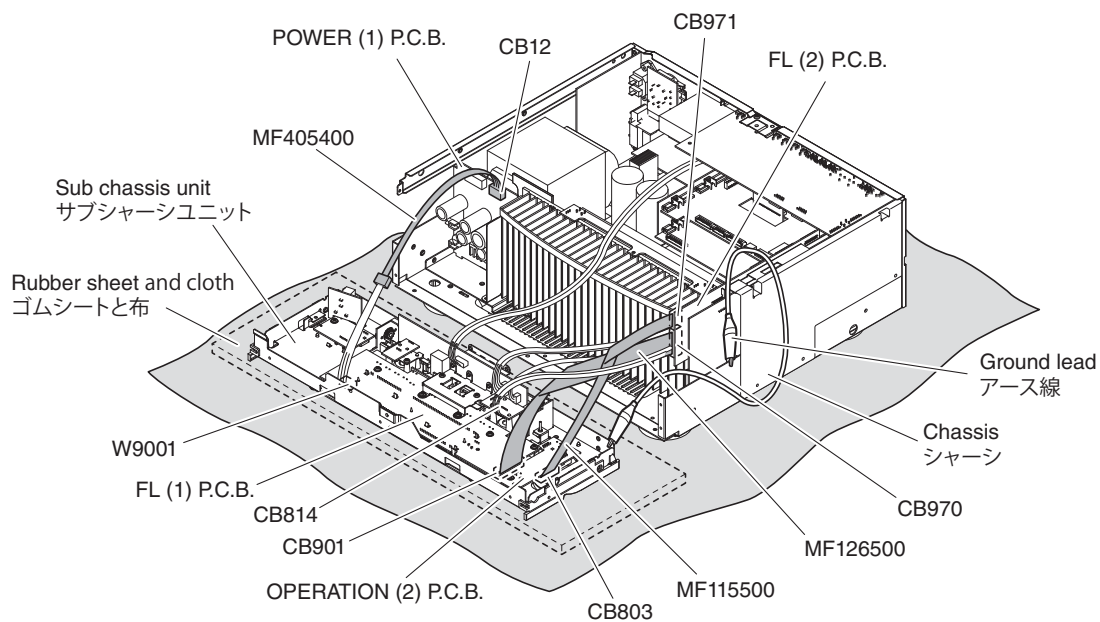

Fig. 3
- Spread the rubber sheet and the cloth. Then place the sub chassis unit on the cloth and check it. (Fig. 3)
- FL (1) P.C.B. CB901—FL (2) P.C.B. CB970:
- Connect the ground point of the sub chassis unit to the chassis with a ground lead or the like. (Fig. 3)
- ゴムシートと布を敷き、その上にサブシャーシユニットを置いてチェックします。(Fig. 3)
- FL (1) P.C.B. CB901 — FL (2) P.C.B. CB970 :
- サブシャーシユニットのアースをアース線等でシャーシに接続してください。(Fig. 3)